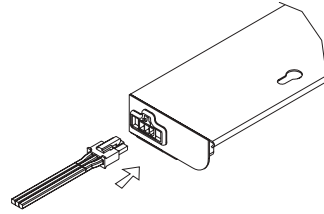

Figure 3
8. Mount remaining fixture(s) as stated in the previous Steps 2 through 5. When all fixtures have been properly installed, connect all of the fixtures in the chain together with the included connector cords. **See Figure 3.**
8. Installer tout appareil suivant tel qu'indiqué aux étapes de 2 à 5. Lorsque tous les appareils sont installés, connecter tous les appareils de la chaîne ensemble à l'aide des cordons fournis. **Voir la Figure 3.**
14. Mount remaining fixture(s) as stated in the previous Steps 1 through 11. When all fixtures have been properly installed, connect all of the fixtures in the chain together with the included connector cords. **See Figure 3.**
14. Installer tout appareil suivant tel qu'indiqué aux étapes de 1 à 11. Lorsque tous les appareils sont installés, connecter tous les appareils de la chaîne ensemble à l'aide des cordons fournis. **Voir la Figure 3.**